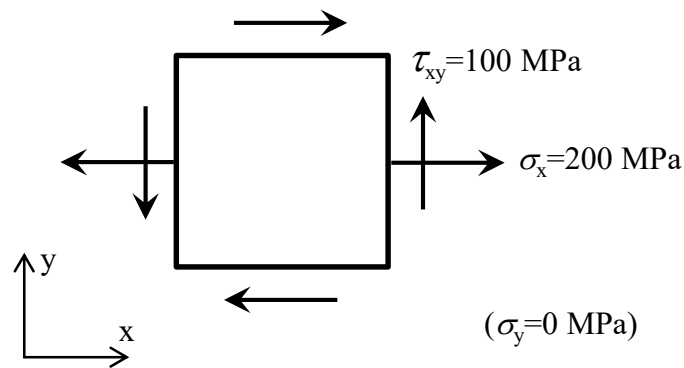

図3
- (1) 図3に示されるとおりの平面応力 ($\sigma_x=200$ MPa, $\sigma_y=0$ MPa, $\tau_{xy}=100$ MPa) が与えられている. この応力状態に対応するモールの応力円を描け. また, このときの最大主応力および最小主応力について, それらの大きさと作用方向を求めよ.
- (2) ある均質・等方な材料の降伏強度を単軸引張試験によって評価したところ, 引張応力が 250 MPa に達したところで降伏した. この材料に図3に示されるとおりの平面応力が作用したときに, 降伏するか否かを判定せよ. 理由も述べること. ただし, 最大せん断応力が材料固有の限界値に達したときに降伏するものと考えよ.